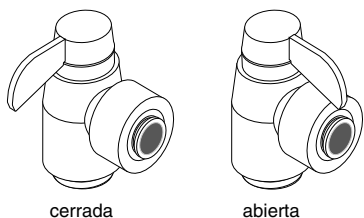

Figura 4: La llave del tanque debe estar abierta para la instalación
- Coloque el tanque de presión en un lugar conveniente debajo del fregadero. Asegúrese de que la llave del tanque esté ABIERTA (Ver Figura 4).